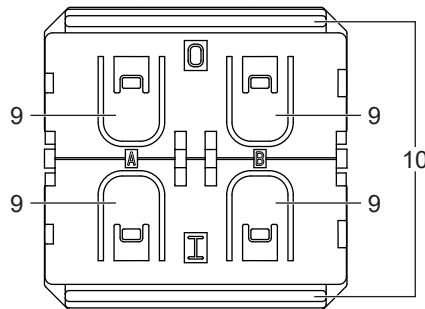

Abb. 5: Bedienung
- Wippen (5) vorsichtig mit einem geeigneten Werkzeug (z. B. Tastenheber) entfernen.
- Alle vier Taster (9) und die Aktivierungsleiste (10) gleichzeitig mind. 10 Sekunden gedrückt halten. (Abb. 5) Werkseinstellungen werden automatisch wiederhergestellt. Funk-Wandsender ist nicht mehr eingelernt. Wippen sind ohne Funktion.